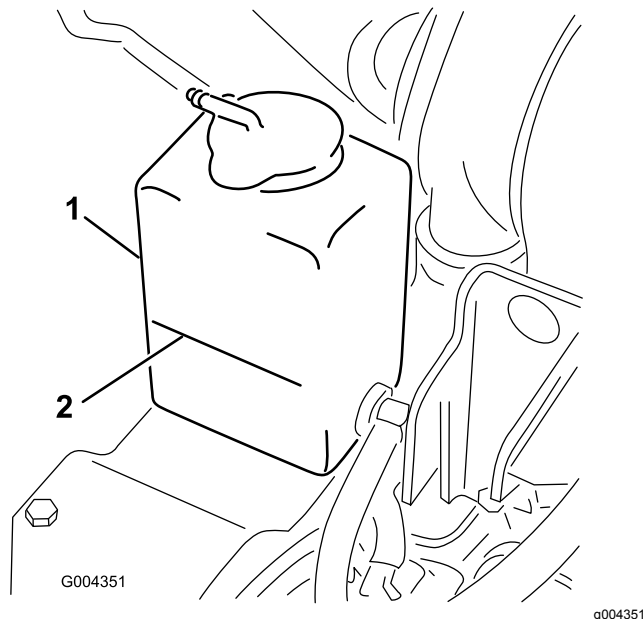

Figura 50
3. Compruebe el nivel de refrigerante en el depósito de expansión (Figura 50).
- I. Añada refrigerante al depósito de expansión hasta que llegue a la marca de Lleno del lateral del depósito (Figura 50).